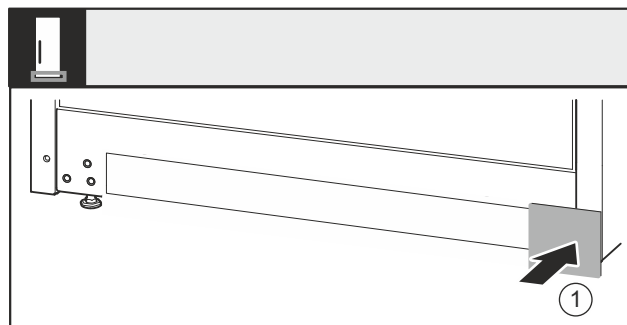

Fig. 38
- Aseta suojus Fig. 38 (1) uudelleen toiselle puolelle.